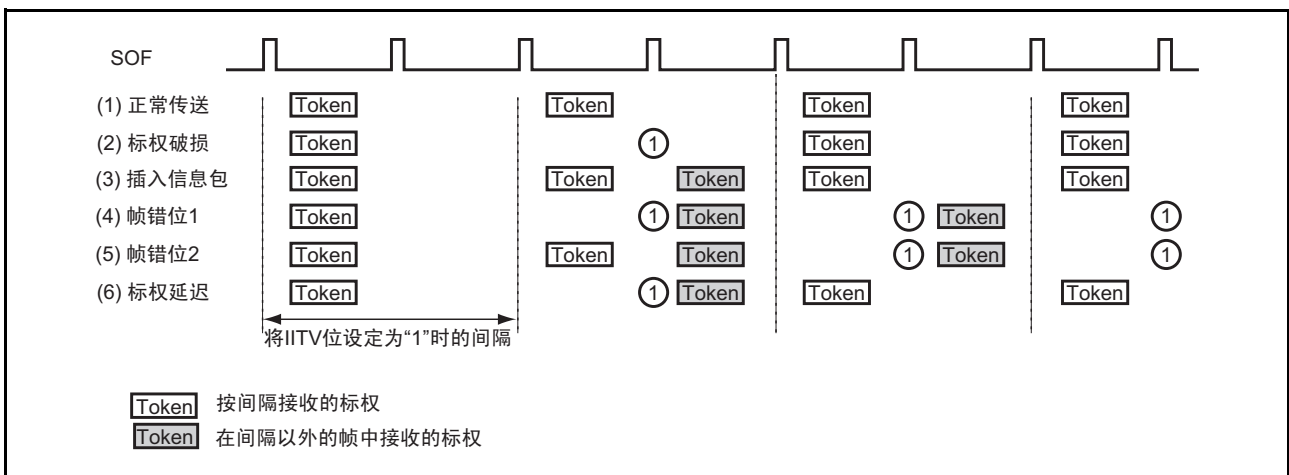

图 29.22 IITV 位为 “1” 时的间隔错误发生例子
此模块的间隔错误发生例子如图 29.22 所示。间隔错误有以下 5 种。在图中的①时序发生间隔错误并且进行缓冲器转储清除功能的运行。